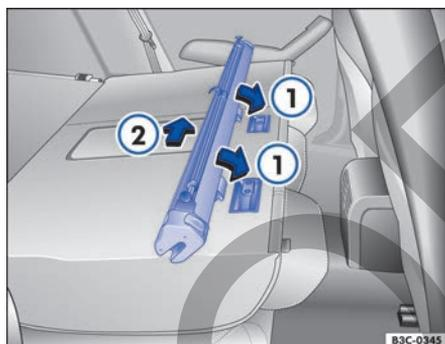

Fig. 165 Montar la red de separación en los respaldos del asiento trasero.
- Coloque la carcasa de la red en los rebajes de las guías de sujeción → fig. 165 ①.
- Empuje la carcasa de la red hacia el lado izquierdo del vehículo, en el sentido de la flecha, hasta el tope → fig. 165 ②.
- Empuje la carcasa de la red aprox. 5 cm en el sentido contrario al de la flecha → fig. 165 ②.
- Extraiga la carcasa de la red fuera de las guías de sujeción → fig. 165 ①.